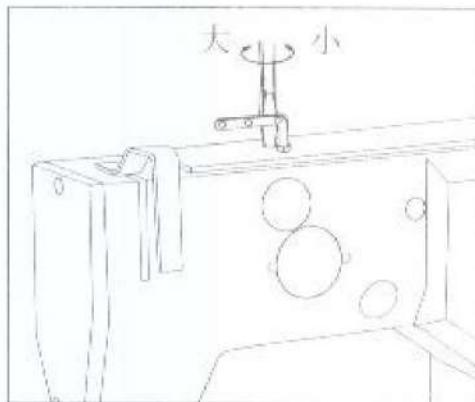

图15
23. 压脚压力的调节：(图15)
- 2) 压脚的压力调节如图15所示。